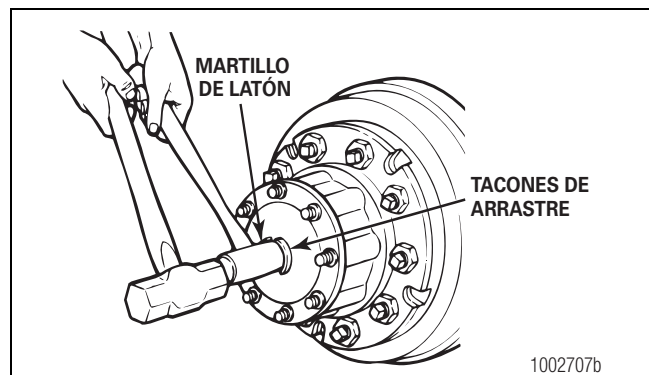

Figura 3.1
1. Sujete un punzón o martillo de latón de 1 ½ pulgadas de diámetro contra el centro del semieje, dentro de los tacones de arrastre redondos. Figura 3.1.